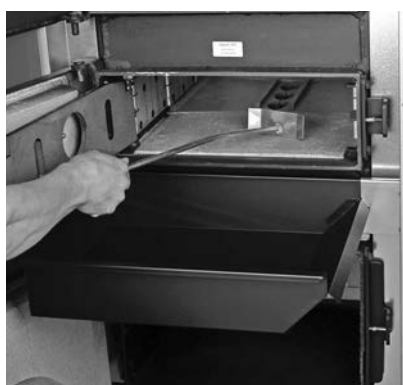

Fig. 27 Accrocher le tiroir à cendres, vider les cendres
- Accrocher le tiroir à cendres au niveau de la porte d'allumage (porte du milieu) à la tôle d'accrochage prévue à cet effet – Fig. 27. Ouvrir la porte d'allumage et la grille verticale et balayer l'essentiel des cendres résiduelles du foyer dans le tiroir à cendres.